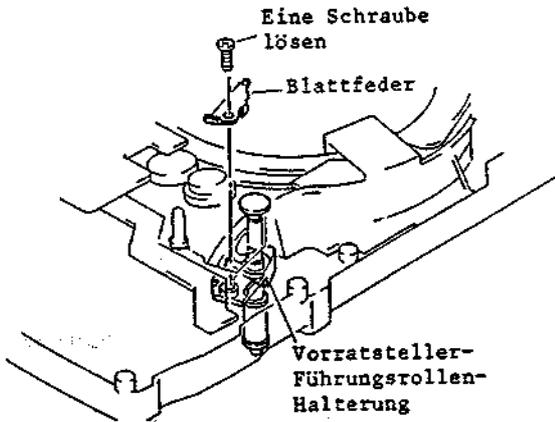

Abb. 2-90 Ausbau der Vorratsteller-Führungsrollen-Halterung
3-39 Ausbau der Vorratsteller-Führungsrollen-Halterung (Abb. 2-90, 2-91)
5. Eine (1) Befestigungsschraube der Vorratsteller-Führungsrollen-Halterung lösen und die Blattfeder abnehmen (siehe Abb. 2-90).